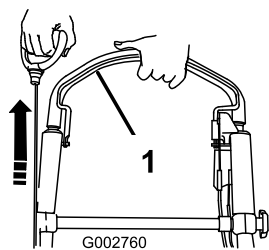

Figura 21
2. Sujete la barra de control de la cuchilla contra el manillar y tire del arrancador de retroceso (Figura 21).